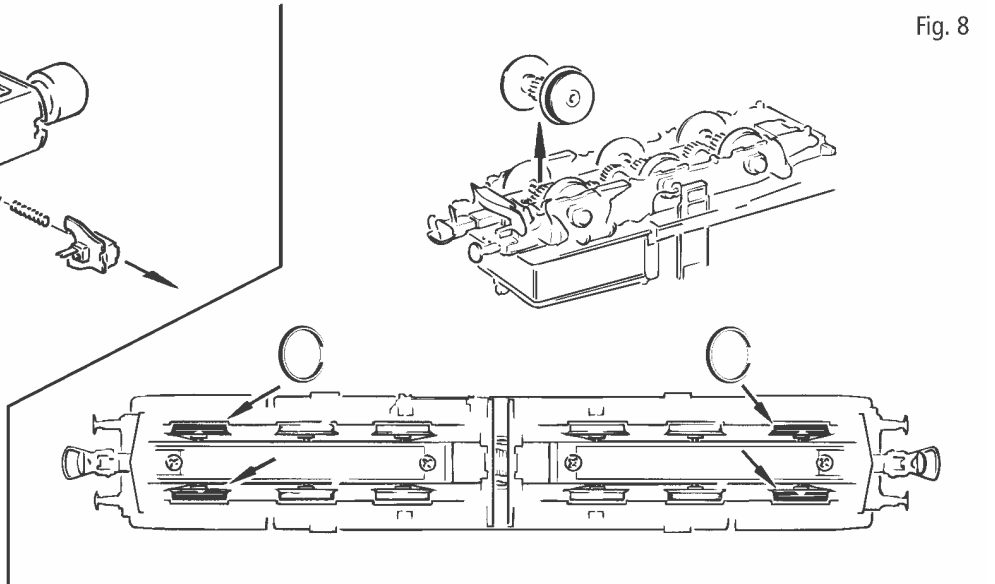
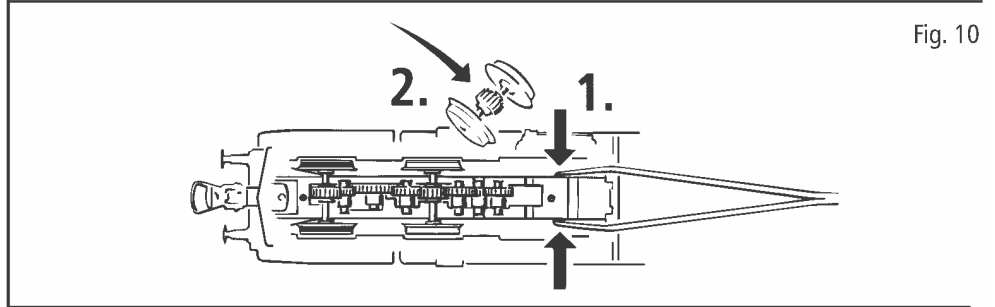
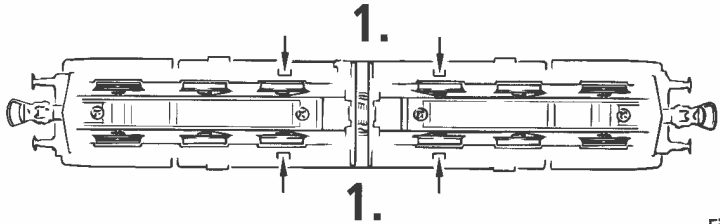
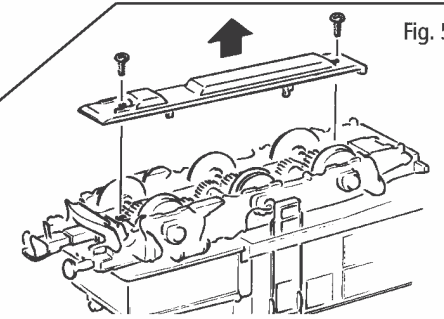

Fig. 7
Fig. 11
Fig. 3c
Fig. 4
Mehrzugbetrieb: Zuerst Lokgehäuse abnehmen (Fig. 3c). Danach den Brückenstecker aus der Schnittstelle entfernen (diesen sorgsam aufbewahren). Danach den Stecker des Steuerbausteins lagerichtig einsetzen (siehe Fig. 4).
Ausführung für Wechselstrom: siehe Fig. 11
2. Schmierung: Versehen Sie die im Schmierplan in Fig. 7 gekennzeichneten Stellen mit nur **kleinen Öltropfen**. Dazu zuerst das Lokgehäuse abnehmen (Fig. 3c). Wir empfehlen den ROCO **Öler Art.-Nr. 10906**. Fürs Schmieren der Getriebeteile (Zahnräder, Schnecke) empfehlen wir das **ROCO-Spezialfett Art.-Nr. 10905**. Im Falle der Schmierung diese Teile **nicht ölen**.
4. Kohlebürstenwechsel: Lokgehäuse abnehmen (Fig. 3c). Danach wird der Motor ausgebaut und die Kohlebürsten ausgewechselt (Fig. 6).
Remove the jumper from the interface. Finally put the plug of the chip into the interface as shown in fig. 4.
A.C. operation: see fig. 11
2. Lubrication: Apply **tiny oil drops** to spots marked in fig. 7. Prior to lubrication dismantle locomotive (fig. 3c). We recommend using item no. **10906, Roco oiler**. For lubrication the gearparts (e.g. cogwheels, worm) we would recommend our Roco **special grease** (item no. **10905**).
4. Carbon Brush Changing: First remove loco body (fig. 3c), and then the motor (fig. 6).
2. Graissage: N'appliquez **qu'une toute petite goutte** aux endroits indiqués par le plan de graissage (fig. 7) après avoir démonté la caisse de la locomotive (fig. 3c). Nous vous recommandons **le graisseur à huile Roco réf. 10906**. Pour graisser les engrenages (roues dentées, vis sans fin) nous vous conseillons la **graisse spéciale Roco réf. 10905** pour engrenages en matières synthétiques. Lorsque vous utilisez cette graisse il faut éviter d'huiler ces composants.
Enlevez la fiche de shuntage de l'interface (à conserver!) et enfichez finalement la fiche du module de télécommande aux prises de l'interface. Veuillez à la position correcte de la fiche (voir fig. 4).
voir fig. 11
4. Remplacement des balais du moteur: Démontez la caisse (voir fig. 3c). Démontez ensuite le moteur et échangez le balais (fig. 11).